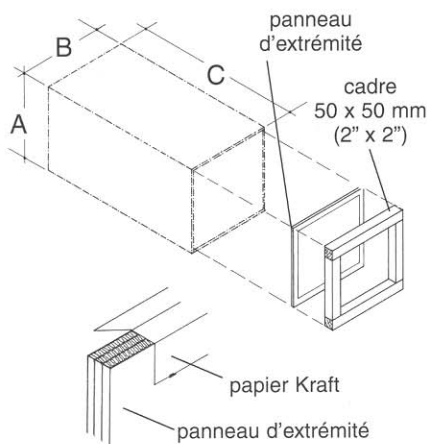

Figure 1.
2. Couper deux panneaux de carton ondulé triple cannelure selon les mesures intérieures de la hauteur (A) et de la profondeur (B) (figure 1). Ces morceaux deviendront les panneaux d'extrémité de la caisse.